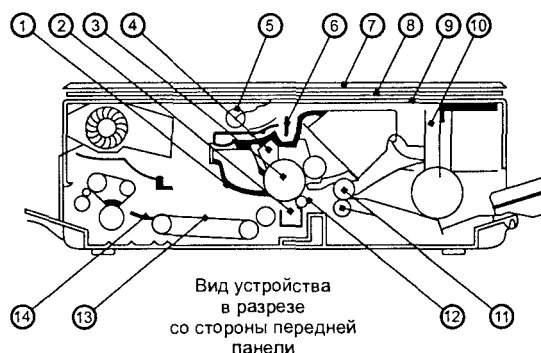

Рис. 1.4. Последовательность технического обслуживания КА
- очистить и протереть оптическую систему (короткофокусная линза, лампа) штатными принадлежностями (рис. 1.4, табл. 1.1);